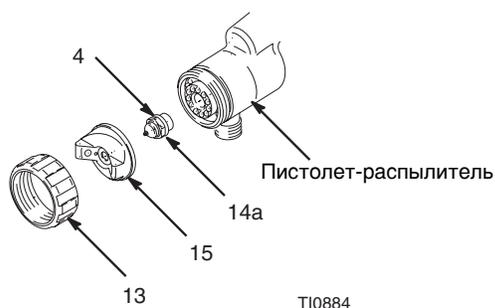

Рис. 17
- 2 Снимите стопорное кольцо воздушного наконечника (13), наконечник (15), распылитель (14а) и уплотнительное кольцо (4). Рис. 17.
- 3 Включите пистолет во время отворачивания распылителя жидкости рукой (14а). Рис. 17.